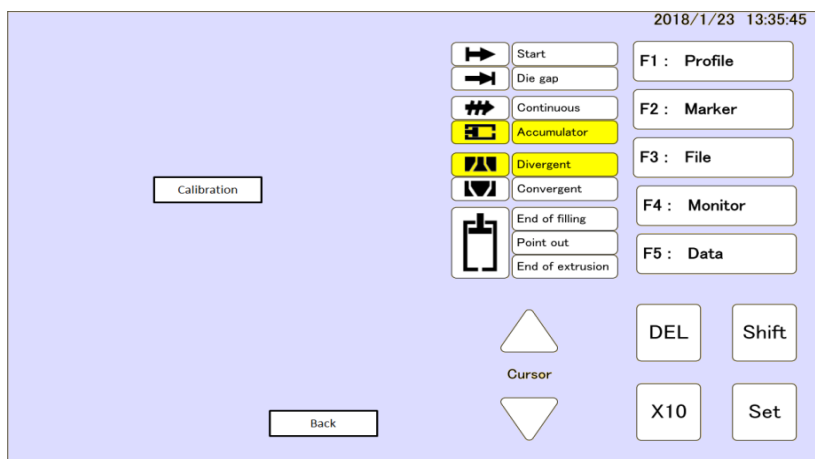

図 1-31 テスト画面 タッチスクリーンキャリブレーション
- 手順 2: DigiPackⅢが自動的に再起動され、図 1-31 のようなキャリブレーション画面が表示されますので"Calibration"ボタンをタッチします。(この時、キャリブレーション情報はリセットされていますので、"Calibration"ボタンは押せるようになっています)
- 手順 4: キャリブレーションが成功しますと図 1-31 に戻ります。コントローラを再起動して終了です。